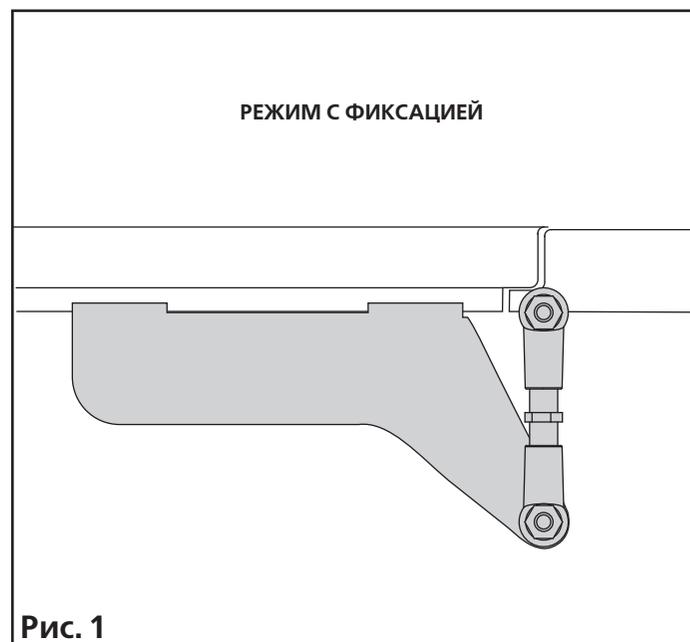

Рис. 1
1. с фиксацией (заложено в заводских настройках) рис. 1.
1. Снимите наружную крышку (рис. 1).
1. Откройте дверь вручную открутив крышки ручек (рис. 1)